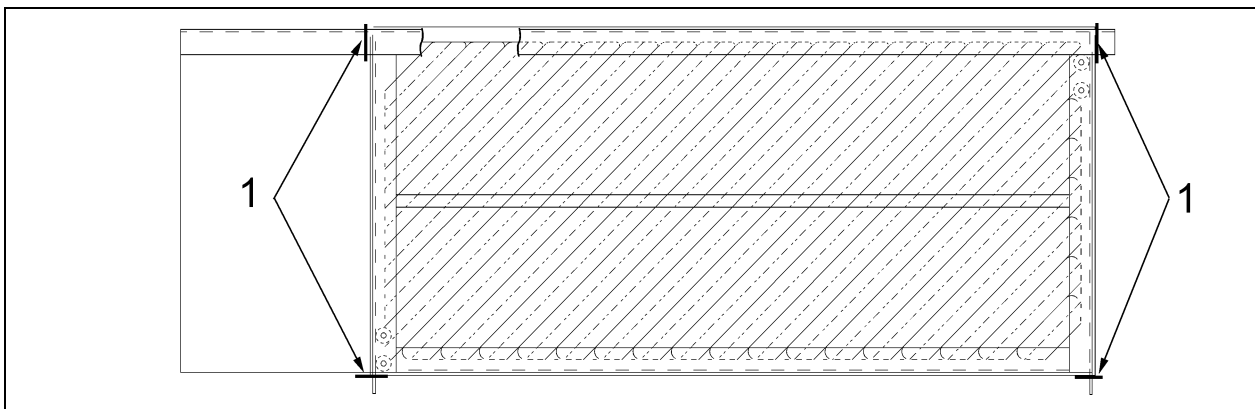

Figure 3 : Vue de dessus du plancher à ailettes à retirer. (1) Angulaires à couper aux quatre coins du plancher.
10. Retirer le plancher à ailettes du compartiment condenseur (figure 3). Pour ce faire, couper les angulaires aux quatre coins du plancher et les soudures de la tôle avec une scie circulaire.